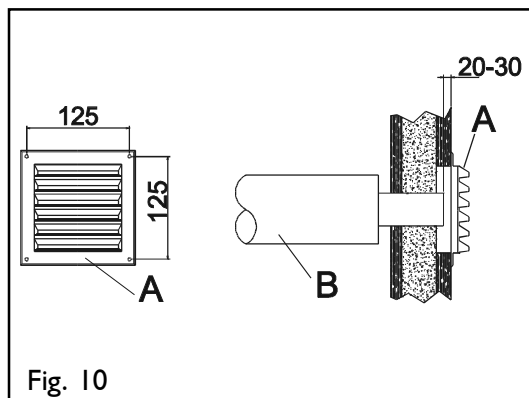

Fig. 10
Utblåsningsröret skall alltid ledas ut. Då utblåsningsröret dras ut genom en vägg, monteras utblåsningsgallret på utsidan av väggen. Längden på röret anpassas så, att det fria avståndet mellan rörets ände och gallret (A) blir 20-30 mm (fig. 10). Ifall utblåsningen dras ut genom taket, skall man använda lämpliga genomföringar för resp. tak. Se till att regnvatten inte kan tränga in i utblåsningsröret.